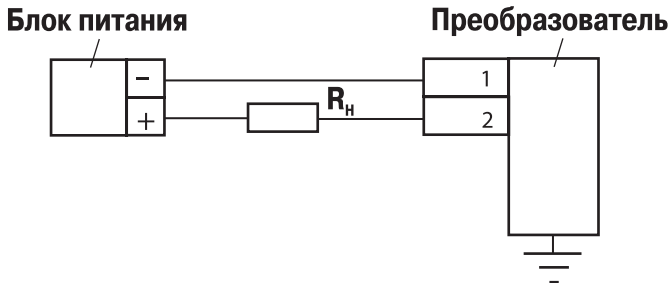

Рис. 4
6.8. Типовая схема подключения представлена на рис. 4.